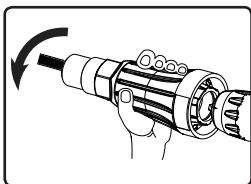

Fig 13
- Hold the adaptor and engage the drill in counterclockwise rotation to extend the mandrel. [Fig 13]
- *Tenez l'adaptateur et tournez la perceuse dans le sens contraire des aiguilles d'une montre pour étendre le mandrin. [Fig 13]*
- Sujete el adaptador y active el taladro en sentido contrario a las agujas del reloj para extender el mandril. [Fig 13]